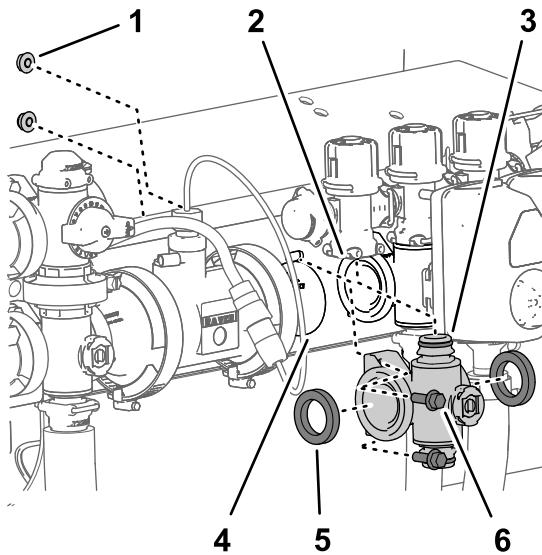
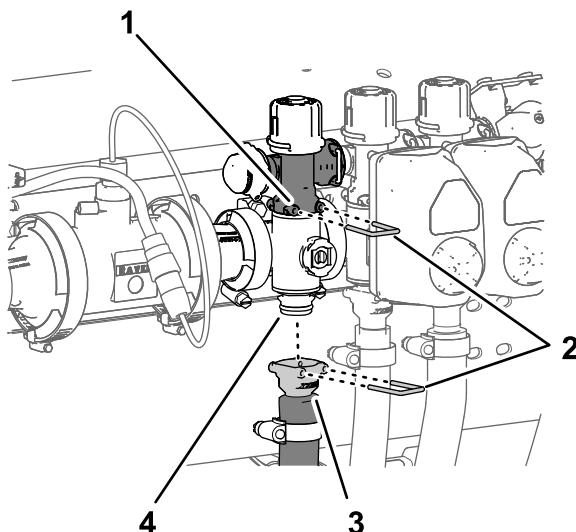

图 117
图 118
1. 将在 **拆下喷洒臂段岐管阀 (页码 64)** 中卸下的 2 个垫片与喷洒臂段阀岐管的法兰对齐 **图 117**。
2. 将喷洒臂段阀岐管的法兰放在其他喷洒臂段阀和/或耦合适配器的法兰之间 图 117。
3. 用快速连接销将喷洒臂段阀岐管的快速连接接头安装到喷洒臂段旁通阀的快速断开槽内 图 117 和 图 118。
5. 对于左或右喷洒臂段阀岐管使用在 拆下喷洒臂段岐管阀 \(页码 64\) 中卸下的 2 个凸缘头螺栓 $\frac{1}{4} \times \frac{3}{4}$ 英寸和凸缘锁紧螺母 $\frac{1}{4}$ 英寸将喷洒臂段阀岐管安装到阀支架上 图 117。
8. 用快速连接销将喷洒臂段软管的快速连接耦合器安装到喷洒臂段阀岐管的快速连接接头上 图 118。